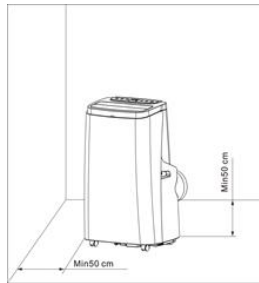

Figure 4
1) Déplacez la machine avec le caloduc et les accessoires installés à l'avant de la fenêtre. La distance entre le boîtier et les murs ou les autres objets doit être d'au moins 50 cm (comme illustré par la Figure 4).